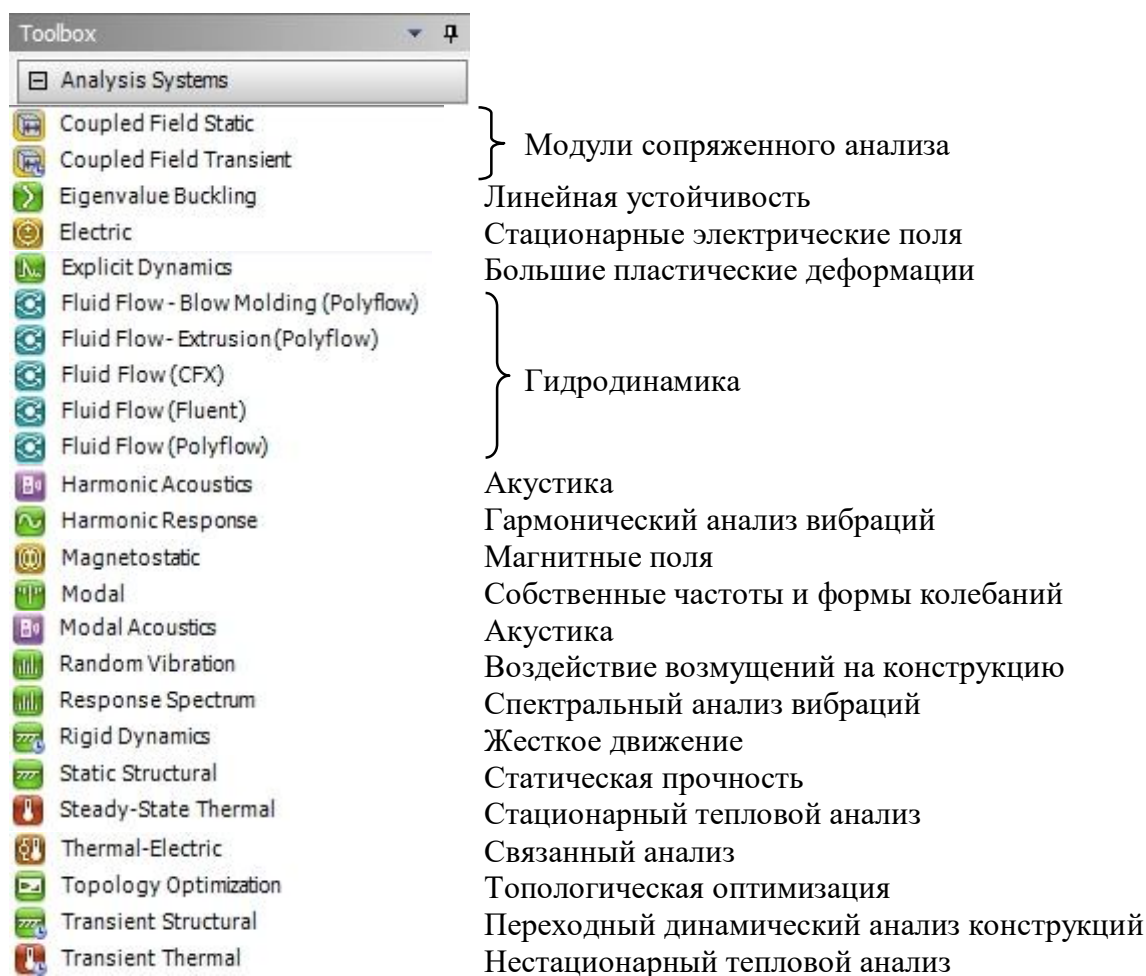

Рис. 3. Описание шаблонов раздела Analysis Systems
1) раздел Analysis Systems содержит готовые шаблоны для разных типов анализа, например гидродинамических, прочностных, анализа потери устойчивости. Краткое описание основных шаблонов приведено на Рис. 3.